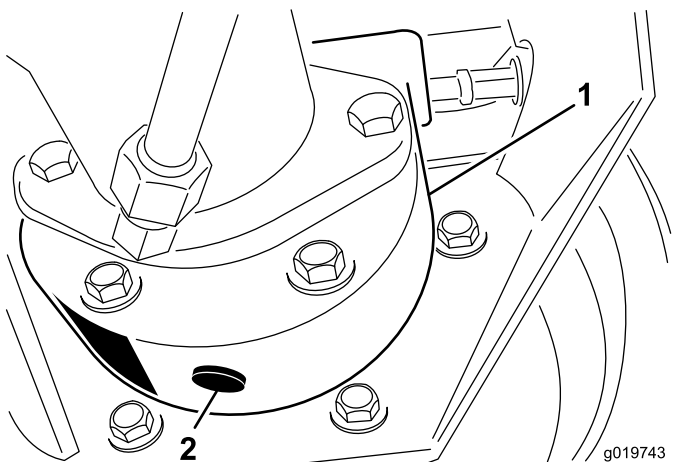

図 73
3. ブレーキハウジングの下に容器を置き、プラグを外してオイルを抜く 図 73。